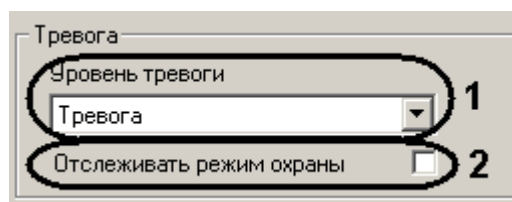

Рис. 3.7—4 Параметры группы Тревога
6.1 Из раскрывающегося списка **Уровень тревоги** выбрать уровень события, по которому программа активации должна осуществить запуск исполнительных устройств (см. Рис. 3.7—4, 1).